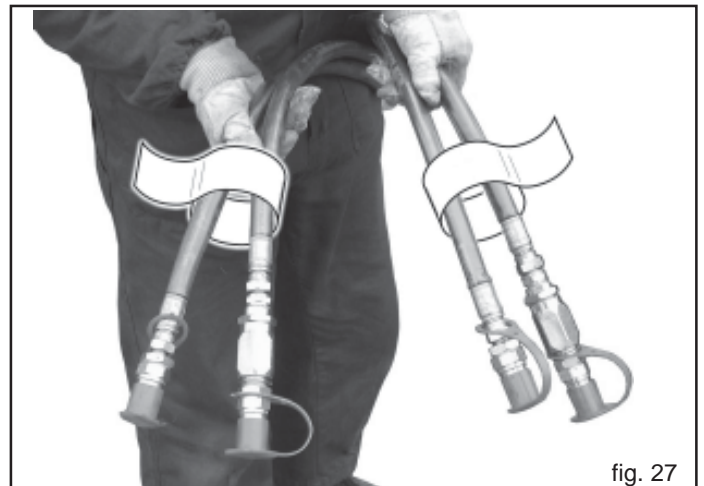

fig. 27
- 4) Die öldynamischen Schläuche unter Befolgen der an jedem Schlauch angebrachten Anleitungen korrekt an den Verteilern des Schleppers anschließen (Abb. 27).